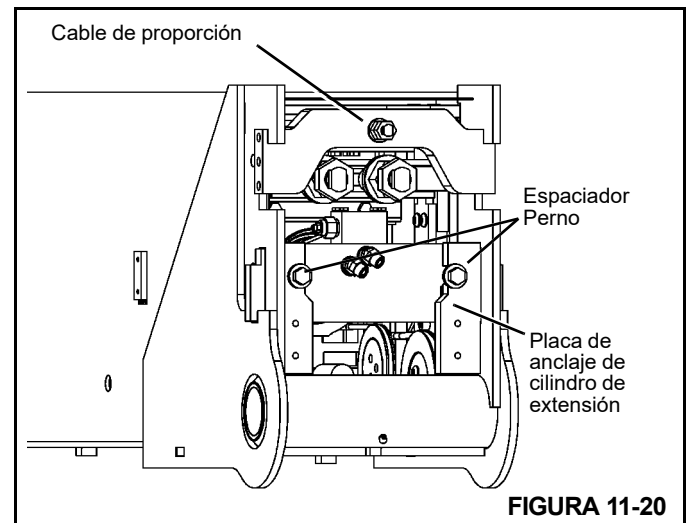

FIGURA 11-20
7. Instale los espaciadores y pernos a través de las placas de anclaje del cilindro telescópico (Figura 11-20).